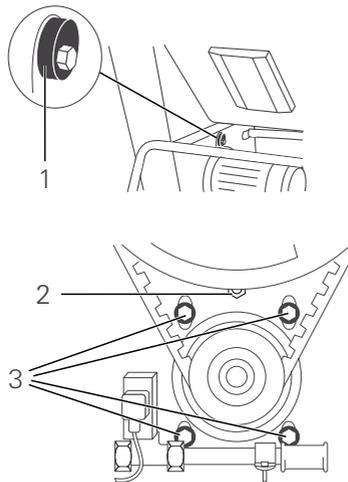

Bild 12:
- Feststellmutter des Spannexzenters (Bild 12,2) lösen
- Befestigungsmuttern des Motorflansches (Bild 12, 3) lösen
- Spannexzenter (Bild 12, 1) drehen, bis die Keilriemenspannung korrekt ist